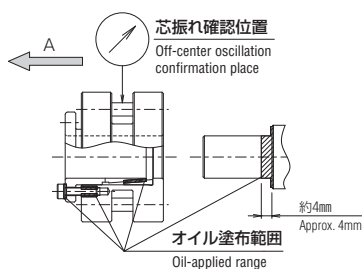
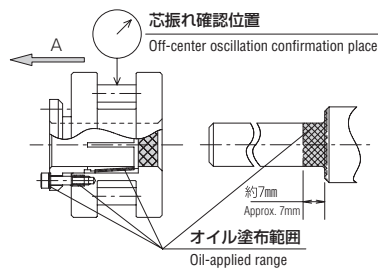

図1 Fig.1
図3 Fig.3
- 軸のローラピニオンと直接接する部分と、締結具各テーパ接触部、ロックボルトネジ部、頭部座面に、オイル又はグリスを軽く塗布して下さい。(図1、3、5)
Lightly apply oil or grease to shaft which directly contacts with roller pinion, tapered area of clamping tool, screwed area and head seat of lock bolt (Fig. 1, 3 and 5).
芯振れはローラピニオンのローラ部の回転時の振れ量を確認して下さい。(図1、3、5 P.29 取付精度表参照)
Confirm off-center oscillation between roller pinion and shaft during operation (Fig. 1, 3 and 5 refer to list of mounting precision P.29).
- ロックボルト締め付け時、ローラピニオンは、図1・図3矢印A方向へ、若干移動します。カムラック側面との干渉に注意して下さい。(CPA1010B～CPA3212B、CPC3212A、CPS1610A～CPS2510A対象)
Since the roller pinion moves slightly in the arrow A direction of Figs. 1 and 3 when the lock bolts are fastened, watch out the roller pinion for the interference with the gear side (for CPA1010B to CPA3212B, CPC3212A, and CPS1610A to CPS2510A types).